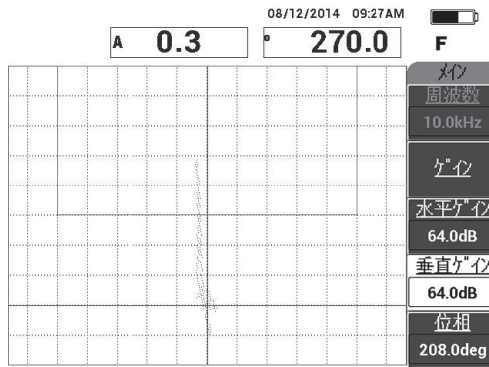

図 6-26 アラームボックスに入るように調整された信号振幅
5. **ゲインキー (dB)** を押して、剥離信号がアラームボックス内に入り、ヌル位置 (十字線) から約 5 区分伸びるように信号振幅を調整します (151 ページの図 6-26 参照)。